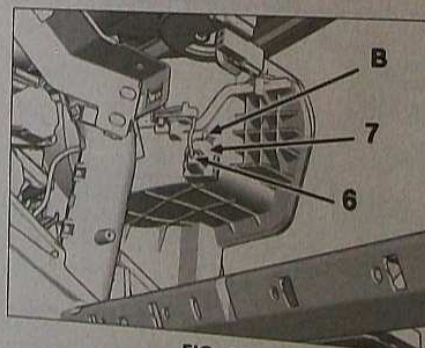

FIG. 12
Débrancher le connecteur (6) (Fig.12)